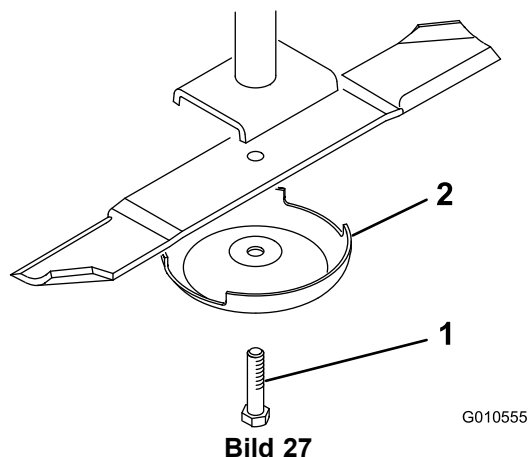

Bild 27
2. Halten Sie das Ende des Messers mit einem stark wattierten Handschuh oder wickeln Sie einen Lappen um es herum. Entfernen Sie die Messerschraube, die Antiskalpierschale und das Messer von der Spindelwelle (Bild 27).